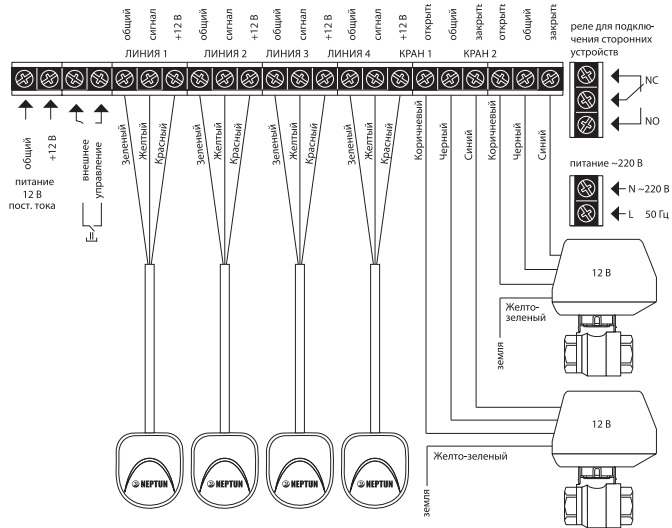
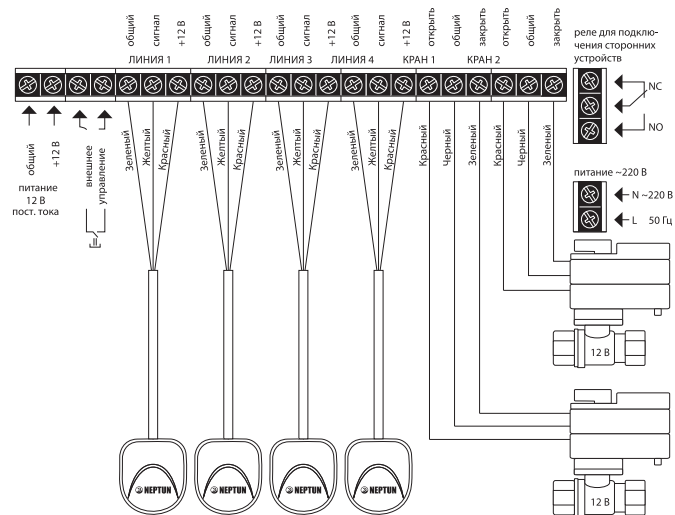

Рис. 11. Схема подключения датчиков и кранов с электроприводом DePaLa 12 В к модулю управления Neptun ProV
Рис. 10. Схема подключения датчиков и кранов с электроприводом серии JW5000 12 VDC серии Neptun Bugatti 12 В к модулю управления ProW
- К модулю управления Neptun ProW подвести фазу и ноль согласно схеме подключения (рис. 10 и 11), изображённую так же на внутренней крышке прибора
- выполните соединение проводов в соответствии со схемой на рис. 10 или рис. 11, в зависимости от того, какие краны с электроприводом вы используете. При необходимости, для ввода проводов в коммутационный отсек удалите пластиковую заглушку, расположенную в нижней части корпуса прибора при помощи отвёртки;